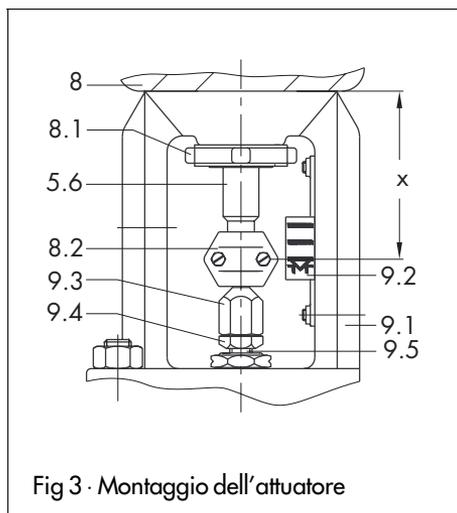

Fig. 3 · Montaggio dell'attuatore
2.1 Accoppiamento valvola - attuatore (Fig. 3)